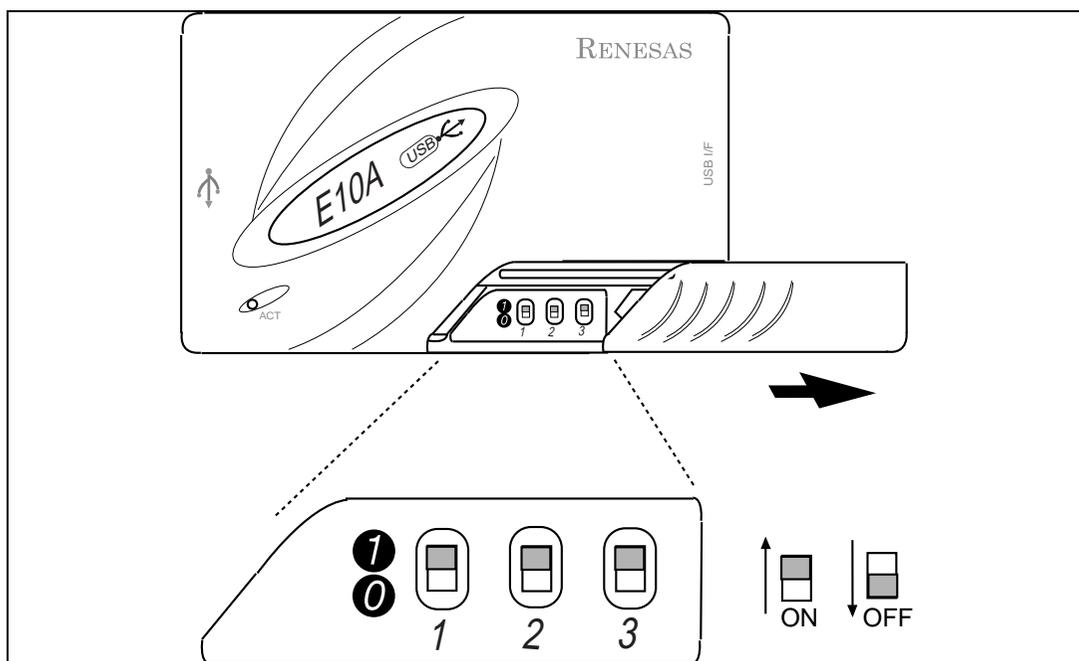

図 2.12 E10A-USB エミュレータの DIP スイッチ設定
1. 図 2.12 のように、E10A-USB エミュレータの上面右下にある、スライドスイッチカバーを右側にスライドさせ、開いてください。